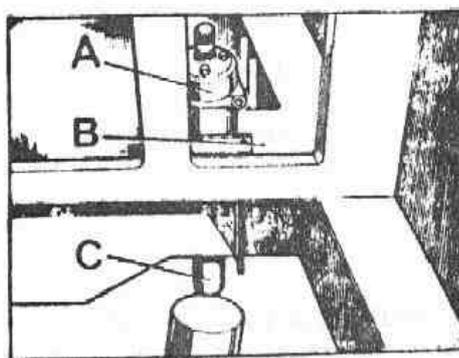

Fig. G-49 Desmontaje de la caja compensadora
- 1.5. Utilizando el mazo y botador de bronce, C (Fig. G-49), empujar la caja compensadora hacia la parte superior hasta que quede separada del bastidor. Si fuese necesario, se utilizará aceite penetrante entre la caja y el bastidor.